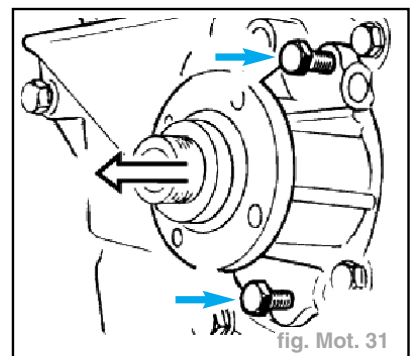

fig. Mot. 31
- Mettre 2 vis M6 dans les filetages de la pompe à eau et chasser celle-ci (serage uniforme des 2 vis). (fig. Mot. 31)